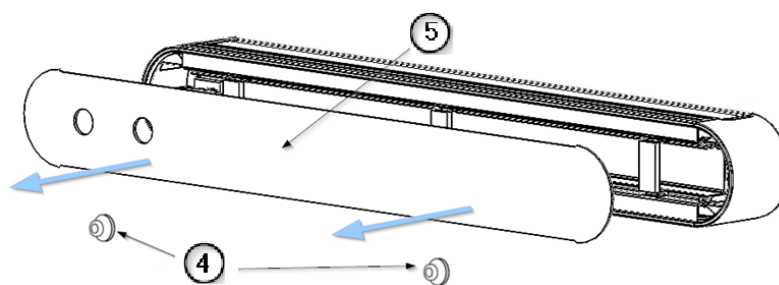

Fig. 4 Démontage du panneau avant
- Retirer les vis M4 x 8 DIN 7505 (3) fixant les pattes de serrage du panneau avant (2). Le support (1) est fixé au panneau avant.
- Retirez le couvercle avant (5) à l'aide de deux ventouses (4) comme indiqué dans la figure 4 pour révéler les entrées de gaz préinstallées sur l'appareil.